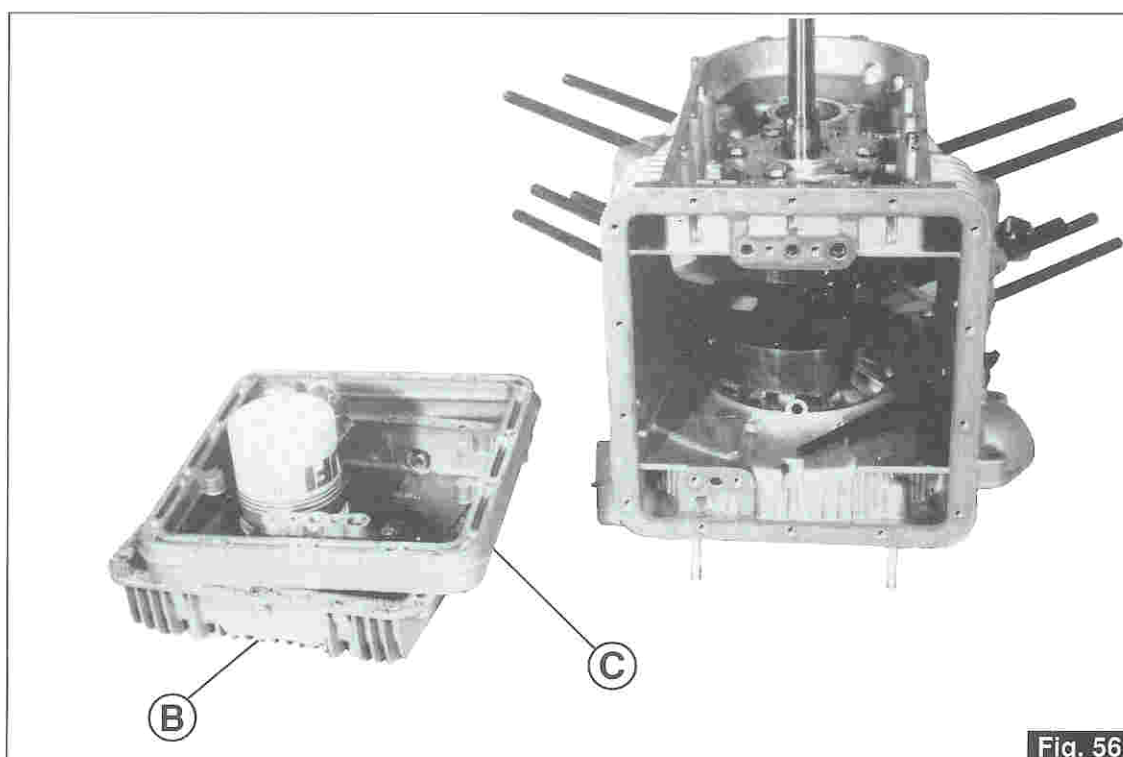

Fig. 56
- Togliere la coppa «B» unitamente al distanziale «C» (Fig. 56).
- Remove sump «B» along with spacer «C» (Fig. 56).